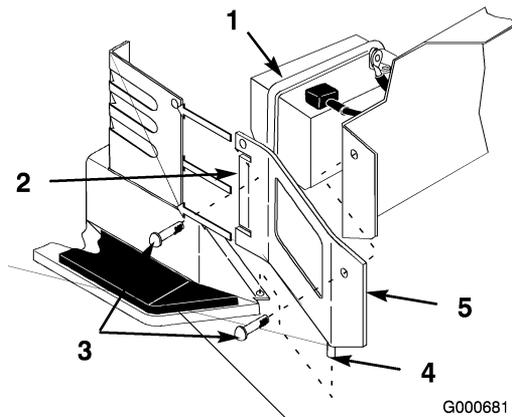

Figure 43
4. Déposez le panneau latéral droit pour faciliter le retrait de la batterie (Figure 43).
1. Placez la batterie dans la machine (Figure 43).
5. Reposez le panneau latéral droit en insérant les languettes dans la tour de direction et l'ergot dans la bride du repose-pied. Fixez l'ensemble avec les vis (Figure 43).